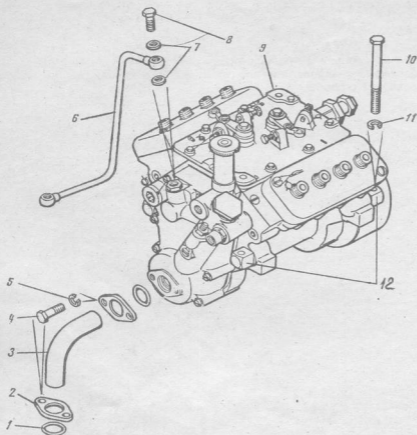

Рис. 20. Установка топливного насоса высокого давления (ТНВД)
64. Отвернуть болты 8 (Рис. 20) с прокладками 7 крепления трубки 6 подвода масла к ТНВД и к блоку двигателя и снять трубку 8 в сборе с двигателя. (Ключи гаечные кольцевые 14 и 19 мм).
72. Отвернуть болты 10 (Рис. 20) с шайбами 11 крепления ТНВД 9 к блоку двигателя, установленные в пробки 12 корпуса ТНВД и снять с ТНВД 9 сборе с двигателем. (Головка сменная 13 мм, ключ с присоединительным квадратом, удлинитель L=250 мм).